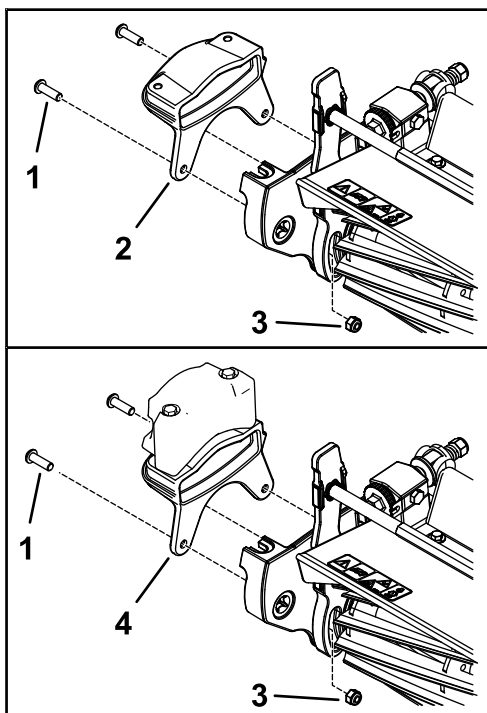

Рисунок 10
- Прикрепите новый груз к боковой поверхности режущего блока при помощи 2 болтов (5/16 дюйма) и 2 гаек (5/16 дюйма), как показано на Рисунок 10.